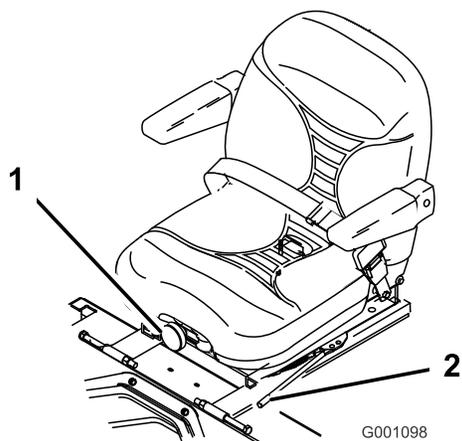

Figura 26
1. Mueva la palanca lateralmente para desbloquear el asiento (Figura 26).
Para ajustarlo, gire el pomo situado en la parte delantera en cualquier sentido hasta encontrar la posición más cómoda (Figura 26).